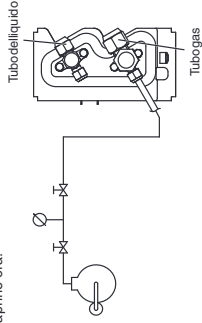

Fig. 7-1
- Caricare il refrigerante aggiuntivo (nella quantità calcolata in base alla lunghezza del tubo del liquido, come indicato nella sezione "T-4. Dimensioni dei tubi") usando la valvola di servizio del tubo del liquido. (Fig. 7-1)